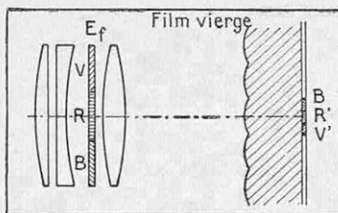

FIG. 1. — PRINCIPE DU FILM GAUFRÉ R. BERTHON
lentilles microscopiques (1/24 mm environ). Pour sélectionner les couleurs de l'objet photographié, l'objectif de prise de vues comporte un écran-filtre divisé en trois zones teintes respectivement en vert, en rouge et en bleu. Chaque zone arrête, par conséquent, les radiations lumineuses autres que celles correspondant à sa couleur propre (1). Cet objectif formerait ainsi, sur un film ordinaire, une image de l'objet, ou plutôt trois images superposées, l'une provenant du passage des radiations vertes émises par cet objet, l'autre correspondant aux radiations rouges, la troisième aux radiations bleues. Mais voici comment ces trois images sont sélectionnées par le réseau lenticulaire du film spécial (fig. 1). Chaque lentille élémentaire, placée au foyer de l'objectif, donne de l'écran-filtre E' une image $V'R'B'$ située sur l'émulsion panchromatique. Dans ces conditions, la surface élémentaire d'émulsion située derrière une des lentilles du gaufrage se divise automati-
(1) C'est le principe de la trichromie d'après lequel on peut reconstituer, au moyen de trois couleurs convenablement choisies toutes les teintes d'un objet.